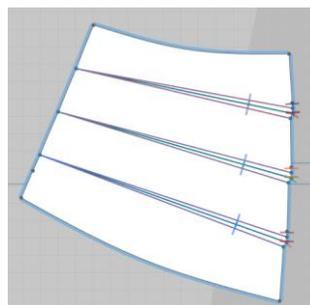

图 5-1-13 碎褶缝合
(3)前育克的碎褶需要将褶两边线互相缝合,选择 2D 视窗工具栏中“ (线缝纫)”工具,分别单击对应碎褶的两边线完成缝合设置,如图 5-1-13 所示,注意缝合方向保持一致,不要交叉。